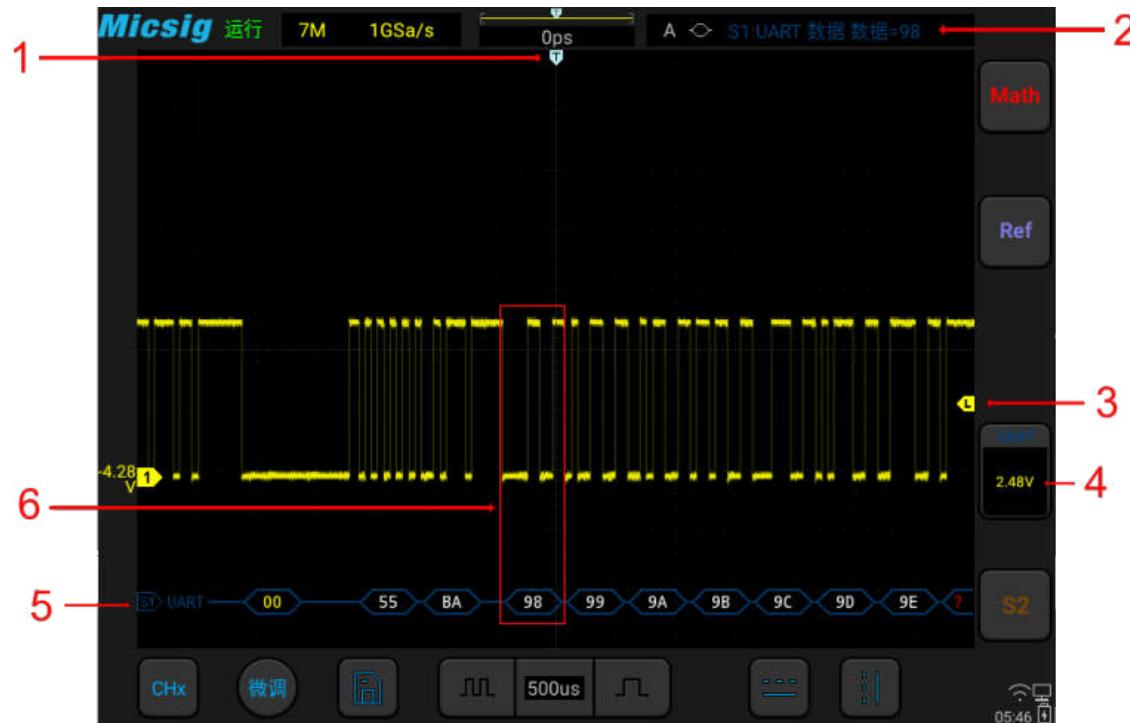

图12-8 UART 图形界面
- (1) 轻点 S1 打开解码通道，向左轻扫 S1 打开总线配置菜单；
- (2) 选择总线类型为“UART”，依次点选“Ch1”，“空闲高”，“校验无”，“8bit”，“19.2kb/s”，显示“十六进制”，然后关闭菜单；
- (3) 打开触发方式设置菜单，点选“数据”，条件设为“=”，数据内容手动输入 98，按“enter”确定；
- (4) 根据信号的幅值电平调节阈值电平使信号稳定触发。UART 触发图形界面见图 12-8：